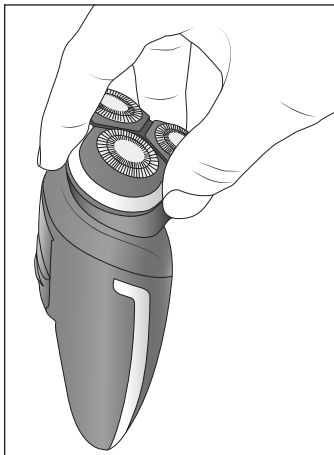

Bild 2
- 1) Fatta tag med tre fingrar i skärenhetens ❷ grepphandtag ❸ och dra av den (se bild 2).